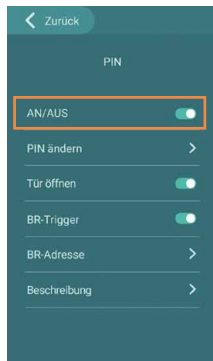
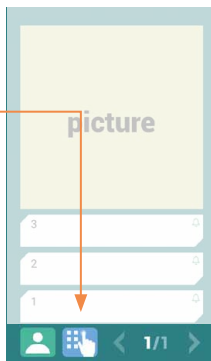

Abb. 6
Abb. 7
- ▶ Über **AN/AUS** (Abb. 6) lässt sich die PIN-Funktion sowie das Zahlenfeld für die PIN-Eingabe am Bildschirm aktivieren (Abb. 7).